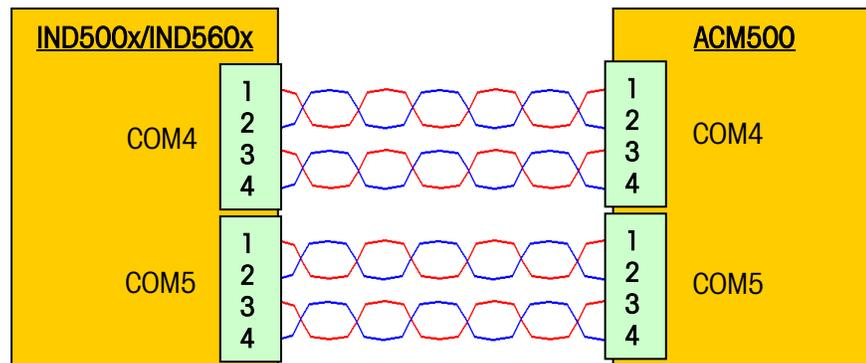

Figura 3-12: Cablaggio di interfaccia seriale
4. Seguire le connessioni di cablaggio mostrate nella Figura 3-12 e nella Tabella 3-3. Vedere la Figura 3-11 per capire le posizioni del terminale. Mantenere i cavi interni corti per praticità.
6. Seguire le connessioni di cablaggio mostrate nella Figura 3-12 e nella Tabella 3-3. Vedere la Figura 3-11 per capire le posizioni del terminale. Mantenere i cavi interni corti per praticità.